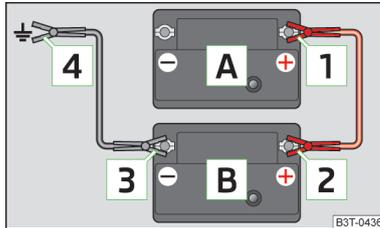

Fig. 116
- Fixez la borne **1** sur le pôle positif de la batterie déchargée **A** » fig. 116.